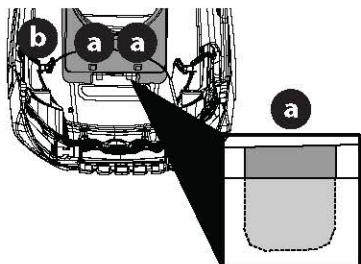

Figure 11
- Puis, glissez les pattes avant (a) dans le déflecteur (Figure 11).